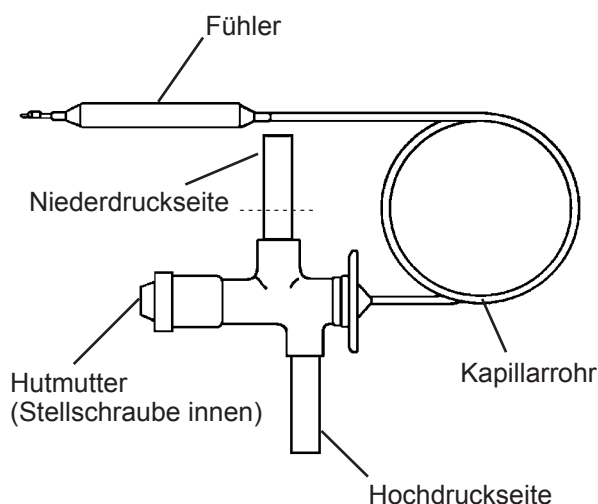

Abb. 10
- 4) Aus- und Einlassleitungen des Expansionsventils mit einem Rohrschneider trennen. Die Einlassleitungen nahe am Expansionsventil trennen, um die Rohrlänge so lang wie möglich zu halten. Die Auslassleitungen an der gestrichelten Linie in der Abb. 10 trennen. Bei Bedarf die Enden der getrennten Rohre für den Anschluss an das neue Expansionsventil mit einer Rohrverlängerung erweitern.